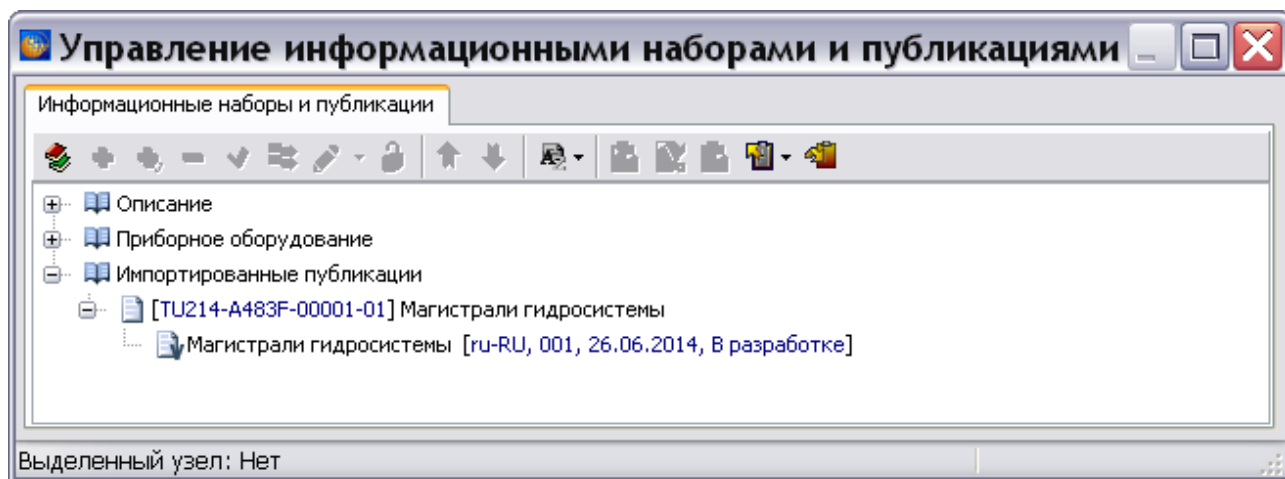

Рис. 18.55
6. При импорте из публикации копируется только структура публикации. После нажатия на кнопку **Применить** в окне **Управление информационными наборами и публикациями** автоматически создается новая группа с названием «Импортированные публикации», в которую помещается структура публикации (Рис. 18.55).